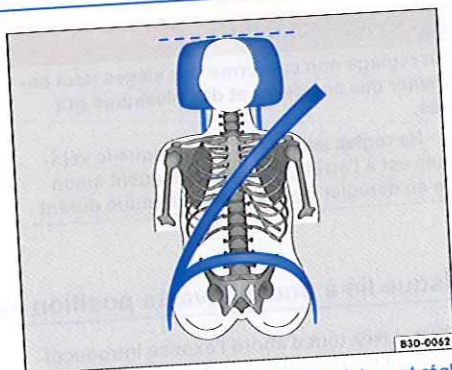

Fig. 52 Ajustement correct de la ceinture et réglage correct de l'appuie-tête.
- Réglez l'appuie-tête de sorte que son bord supérieur se trouve, si possible, au niveau de la partie supérieure de la tête, mais pas plus bas que les yeux. Positionnez toujours l'occiput le plus près possible de l'appuie-tête → **fig. 51** et → **fig. 52**.